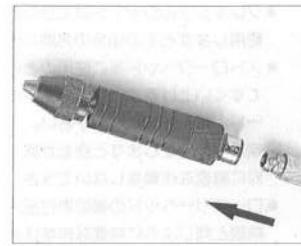

図3
- 注フレキシブルシャフトの中のインナーシャフトは片方に抜けますのでご注意下さい。(図3参照)